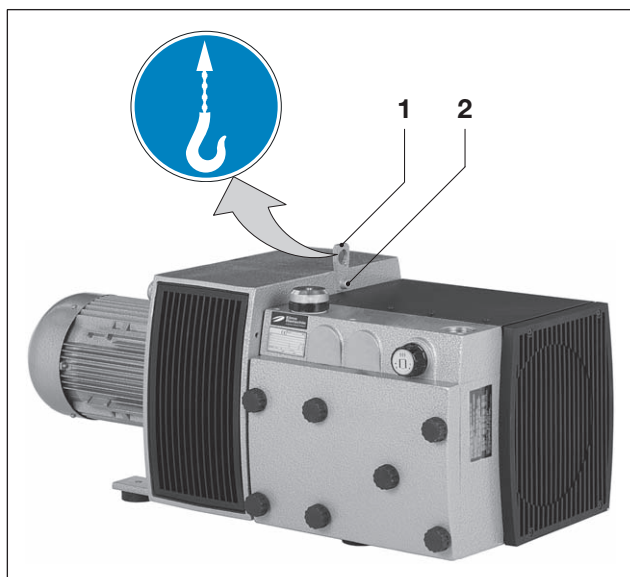

Fig. 1 Sollevamento e trasporto
- a) Serrare la vite di fissaggio (Fig. 1/2) sull'asola di trasporto (Fig. 1/1).